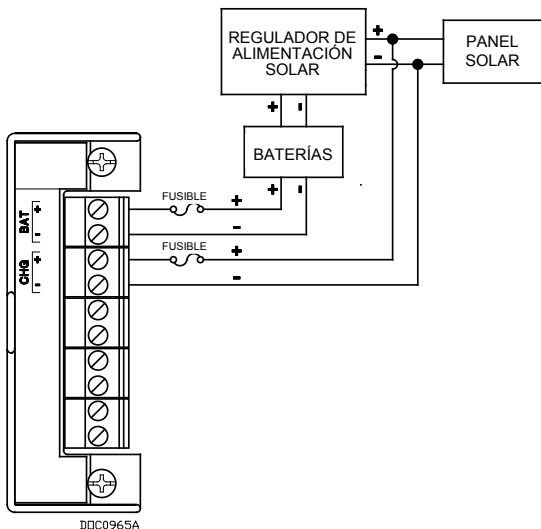

Figura 6. Fuente de alimentación de 12 V cc y cableado de CHG+/CHG-
- Si está monitoreando un voltaje de carga externa (Módulo de entrada de alimentación de 12 V cc únicamente), conecte el cable del conector del bloque de terminales de CHG+ y CHG-. Consulte la *Figura 6*.